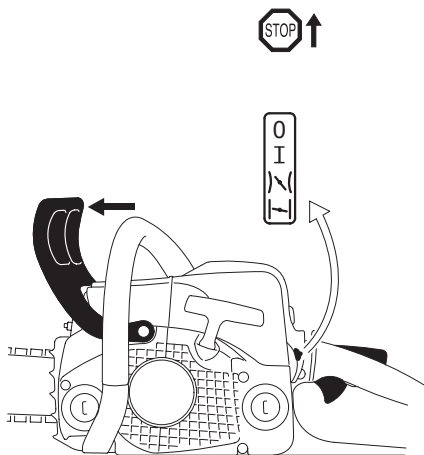

Рис.12. Положение комбинированного рычага при запуске
5. Рычаг блокировки рычага газа 18 (Рис. 1) и рычаг газа нажать одновременно и, удерживая оба рычага нажатыми, переместить комбинированный рычаг в положение закрытой воздушной заслонки I (Рис. 12).